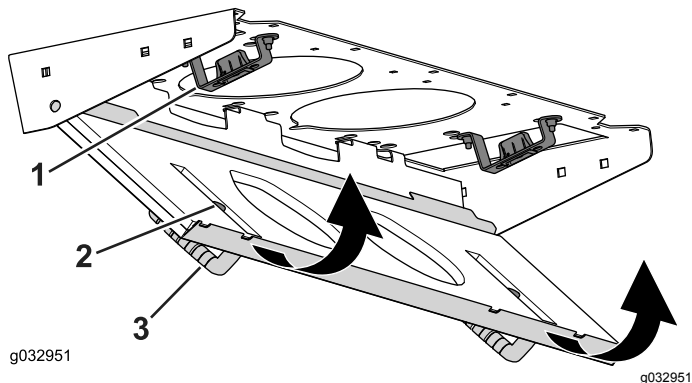

Figure 94
4. Faites pivoter le filtre sur les languettes jusqu'à ce que le pêne s'enclenche dans la gâche (Figure 94).